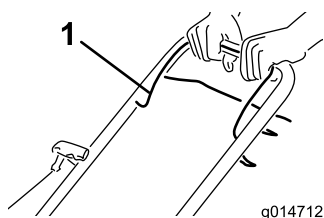

Figura 15
1. Mantenha barra de controlo da lâmina Figura 15 encostada ao manípulo.